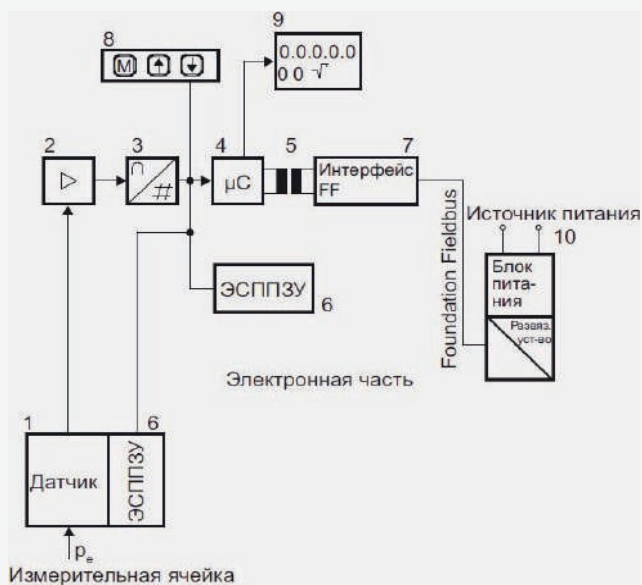

Рис. 3 Функциональная схема электронной цепи
Напряжение на выходе мостовой схемы, создаваемое датчиком (1, рис. 3 «Функциональная схема электронной цепи») усиливается измерительным усилителем (2) и оцифровывается в аналого-цифровом преобразователе (3). Информация в цифровом виде оценивается микроконтроллером, производится коррекция линейности и температурной характеристики, затем она подается на шину FOUNDATION Fieldbus через электрически изолированный интерфейс FF (7).